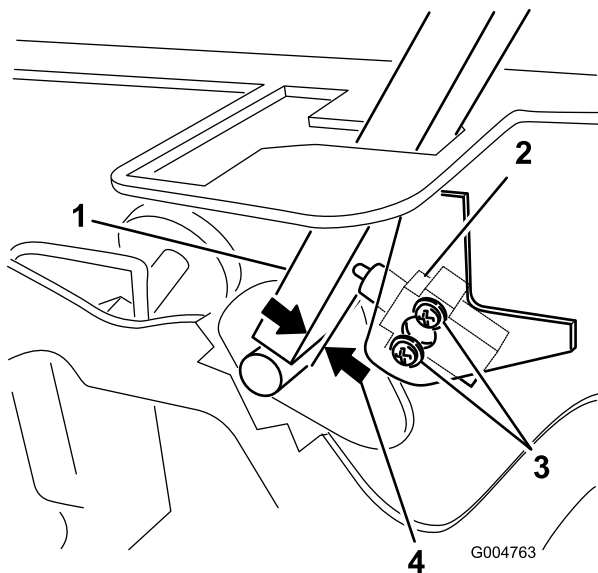

**Figura 75**
2. Afloje los pernos del panel delantero y retire el panel (Figura 75).